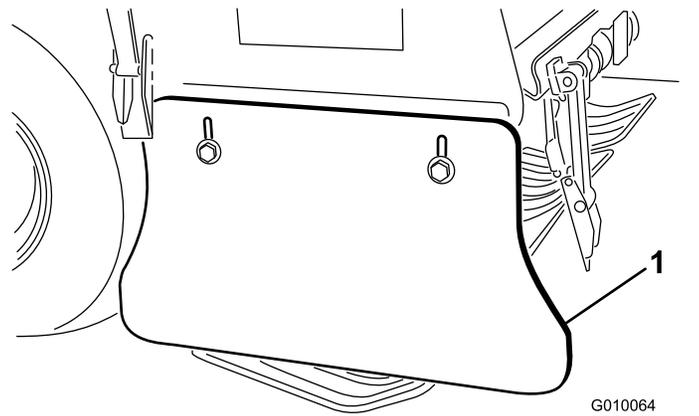

**Bild 182**
3. Prüfen Sie die Befestigungen des Aerifizierkopfs, des Griffs und der Radmutter und stellen Sie sicher, dass der richtige Drehmoment beibehalten wird. Die Anforderungen an das Anzugsdrehmoment der Befestigungselemente sind auf dem Aufkleber mit dem Anzugsdrehmoment der Schrauben aufgeführt, der sich auf dem Trägerkanal des Aerifizierkopfs befindet (Bild 182).